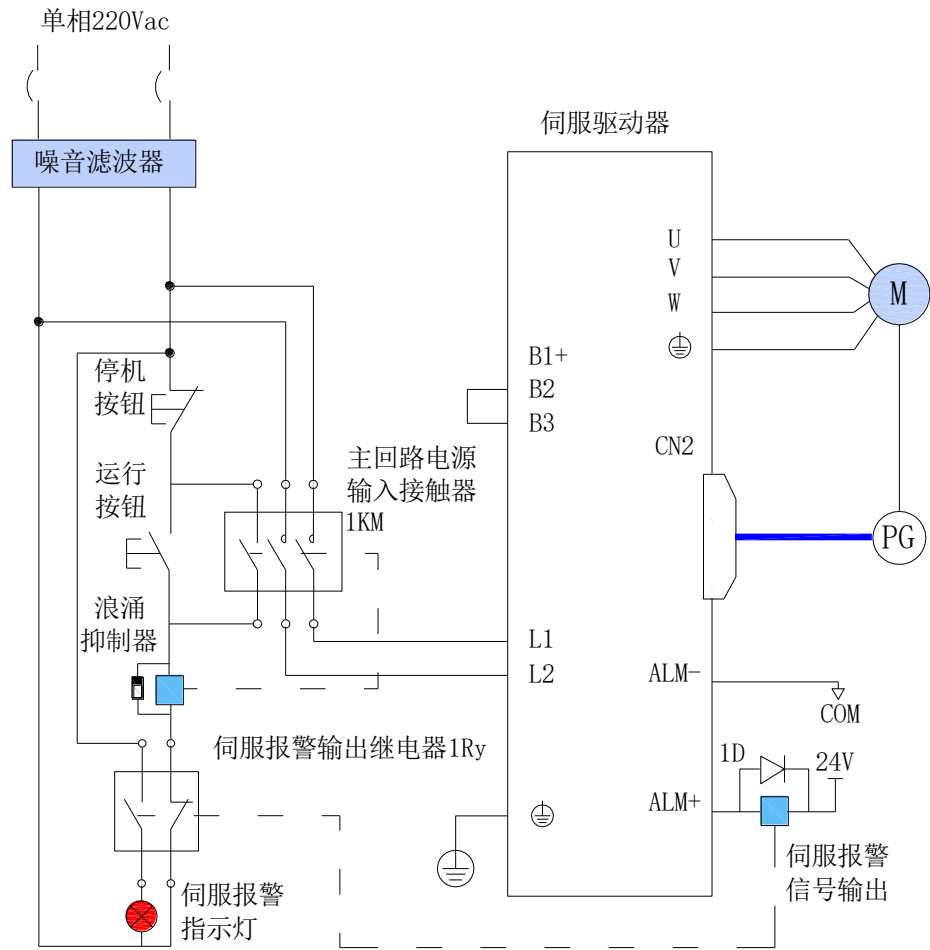

图4-4 单相220V主电路配线
- 请参考图 4-4、4-5 连接主电路电源, DO 设置为警报输出功能 (ALM+/-), 当伺服驱动器报警后可自动切断动力电源, 同时报警灯亮。